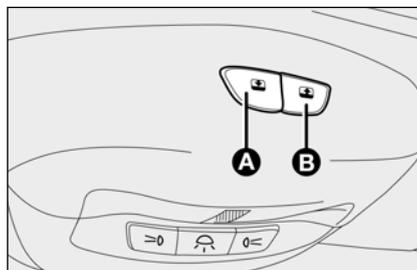

fig. 66
Il tetto apribile ad ampia vetratura "skydome" è costituito da 2 pannelli in vetro di cui uno fisso e uno mobile dotati di tendine parasole con movimentazione manuale a due posizioni (aperto/chiuso). Il funzionamento del tetto apribile avviene solo con chiave di avviamento in posizione **MAR**. I pulsanti **A** e **B**-fig. 66, posti sulla plafoniera centrale, comandano le funzioni di apertura/chiusura.
- premere il pulsante **B**-fig. 66 in posizione di chiusura;